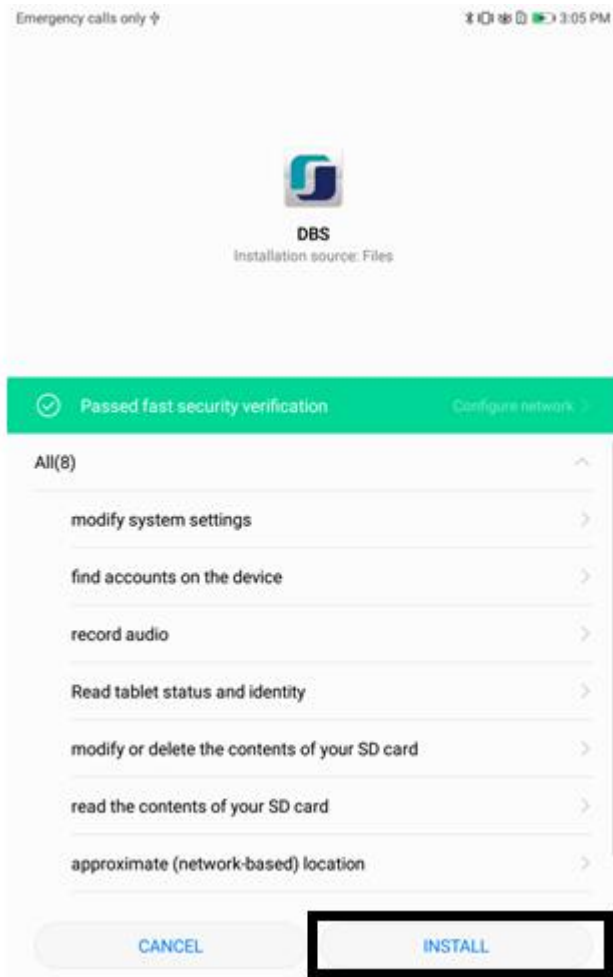

Figura 4. Interfaz de instalación de la
5. Haga clic en INSTALAR (Figura 4) en la interfaz de instalación de la aplicación y el software se instalará automáticamente en el dispositivo;